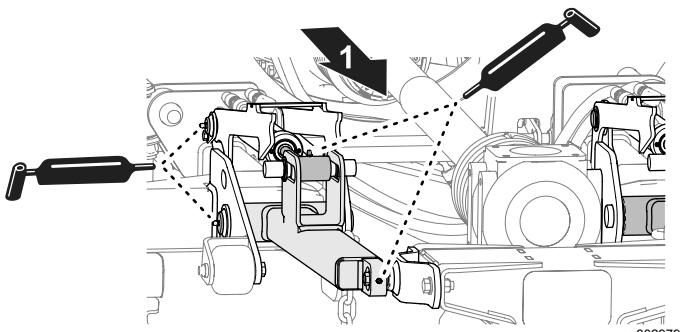

Figure 53
- Appliquez de la graisse sur les bras de levage, les vérins hydrauliques et les amortisseurs du tablier de coupe central (Figure 53).
Appliquez la graisse spécifiée sur le graisseur au niveau des 3 axes de chaque tablier de coupe (Figure 53).